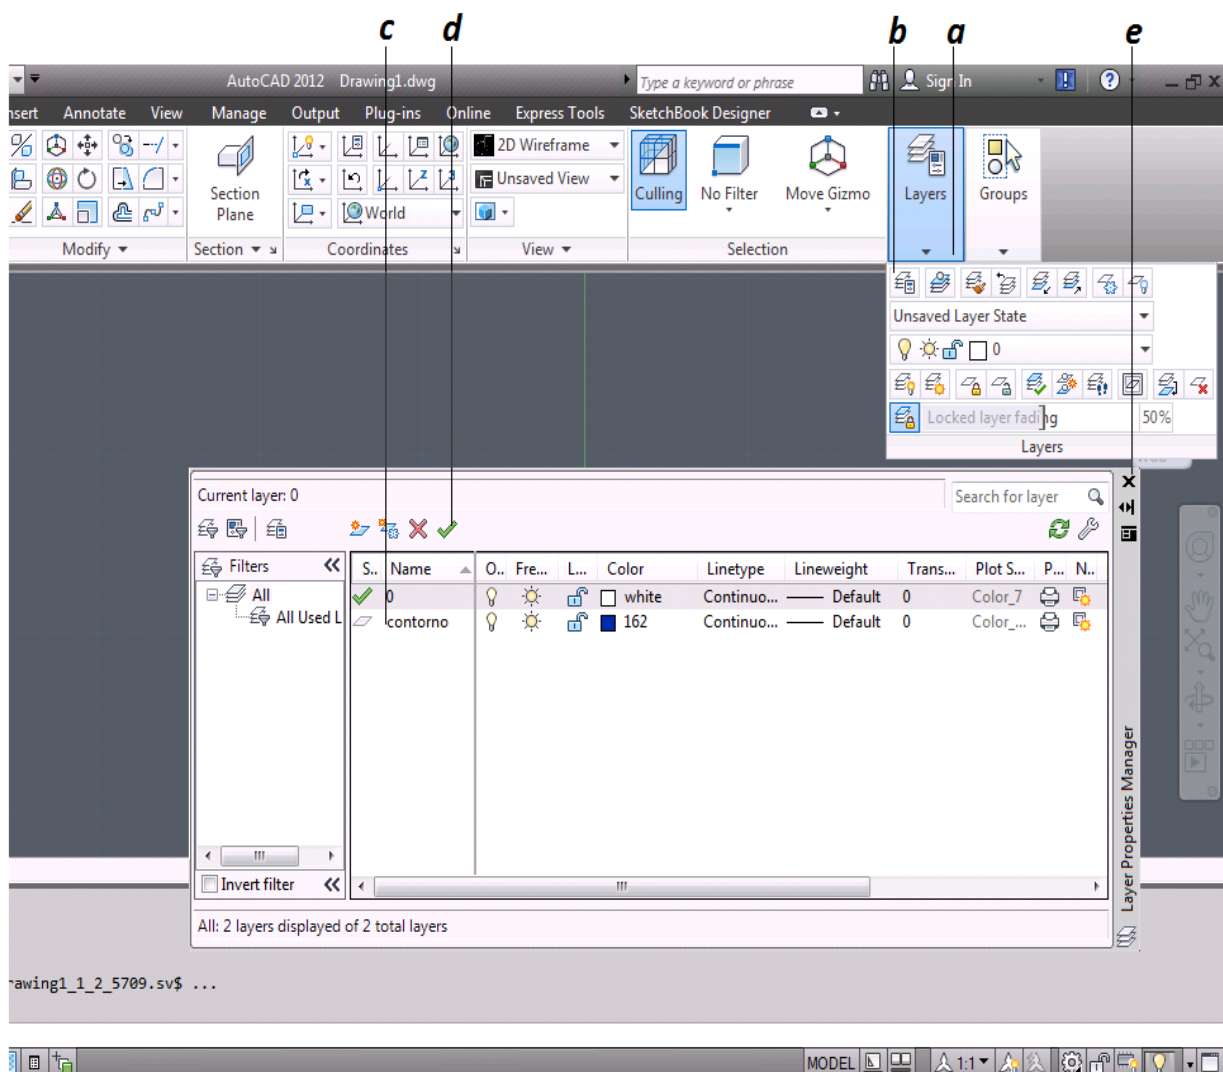

Figura 3.48 Capas “Indicar la Capa Activa”
- a. Se selecciona el icono Capas (*figura 3.48*).
- b. Se selecciona el icono Propiedades de Capas (*figura 3.48*).
- c. Se selecciona el nombre de la capa que se desea activar (*figura 3.48*).
- d. Se da clic en el icono definir actual para activarla (*figura 3.48*).
- e. Clic en el botón cerrar para cerrar el cuadro de dialogo (*figura 3.48*).